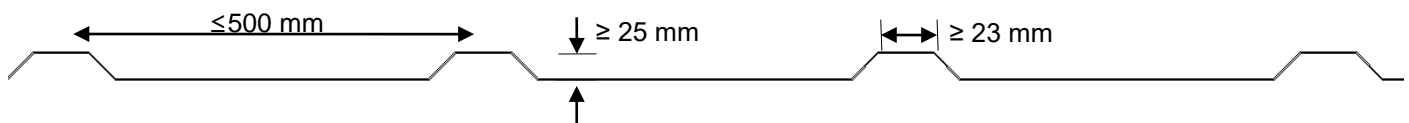

Figura 1
- Seleção da telha metálica: recomenda-se escolher a telha metálica com um espaçamento de entre cristas inferior a 500 mm, uma altura de crista de 25 mm e uma largura de crista superior a 23 mm. (conforme mostra a Figura 1)